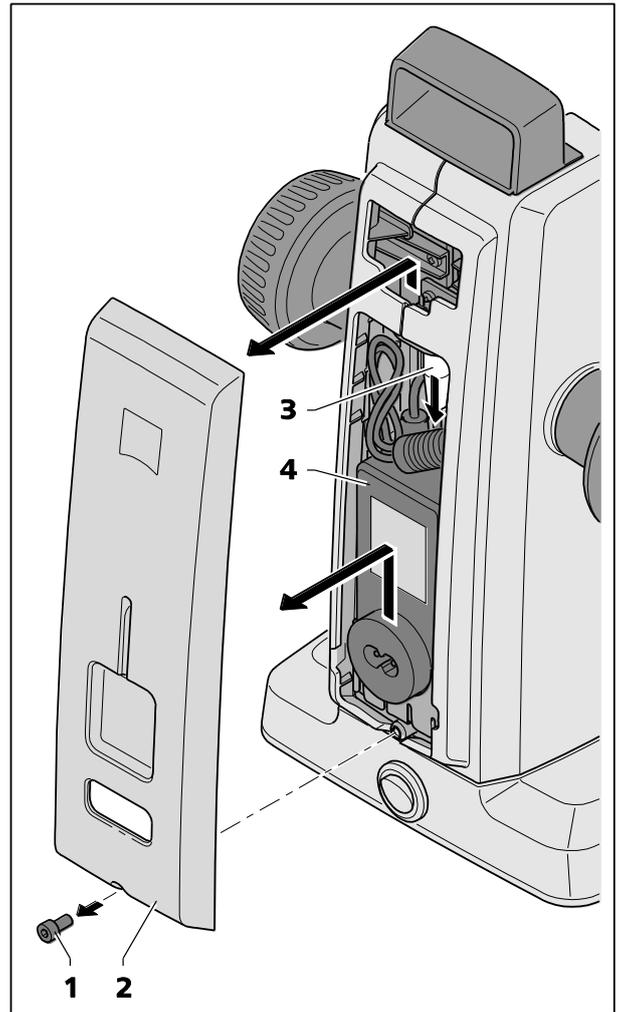

Fig. 21 Remplacement du bloc d'alimentation
- Utiliser une clé Allen pour desserrer la vis (Fig. 21/1) située sous le capot du boîtier.
- Retirer le capot du boîtier (Fig. 21/2) légèrement vers le bas, puis le pousser vers le haut.
- Débrancher la fiche (Fig. 21/3) et retirer le bloc d'alimentation de bureau défectueuse (Fig. 21/4).